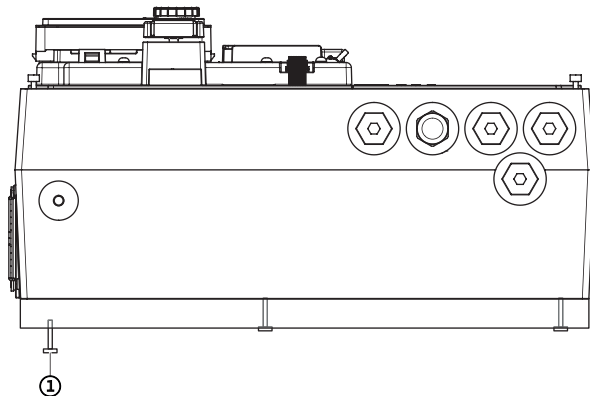

Fig. 116: Desserrer la plaque d'adaptation
6. Desserrer les vis de la plaque d'adaptation située sur la face inférieure du module électronique (Fig. 116, pos. 1).